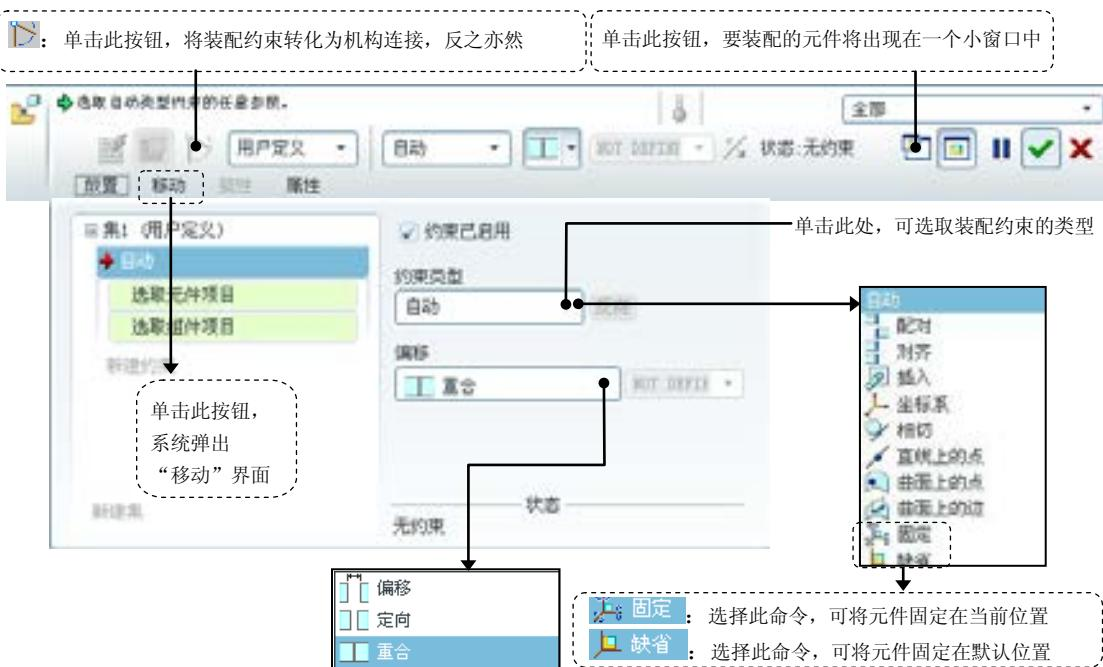

图 7.2.6 元件放置操控板
(2) 此时系统弹出文件“打开”对话框，选择驱动杆零件模型文件 actuating_rod.prt，然后单击 **打开** 按钮。
Step2. 完全约束放置第一个零件。完成上步操作后，系统弹出图 7.2.6 所示的元件放置操控板，在该操控板中单击 **放置** 按钮，在“放置”界面的 **约束类型** 下拉列表中选择 **缺省** 选项，将元件按默认放置，此时 **状态** 区域显示的信息为 **完全约束**；单击操控板中的 **√** 按钮。
在图 7.2.6 所示的元件放置操控板中，单击按钮即可打开一个包含要装配元件的辅助窗口，如图 7.2.14 所示。在此窗口中可单独对要装入的元件（如手柄零件模型）进行缩放（中键滚轮）、旋转（中键）和平移（Shift+中键）。这样就可以将要装配的元件调整到方便选取装配约束参照的位置。
当引入元件到装配件中时，系统将选择“自动”放置，如图 7.2.6 所示。从装配体和元件中选择一对有效参照后，系统将自动选择适合指定参照的约束类型。约束类型的自动选择可省去手动从约束列表中选择约束的操作步骤，从而有效地提高工作效率。但某些情况下，系统自动指定的约束不一定符合设计意图，需要重新进行选取。这里需要说明一下，本书中的例子，都是采用手动选择装配的约束类型，这主要是为了方便讲解，使讲解内容条理清楚。